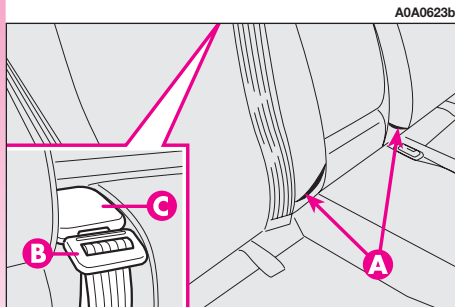

fig. 20
– verificare che le fibbie delle cinture di sicurezza laterali siano inserite nelle rispettive tasche sullo schienale (A-fig. 20) e la linguetta (B) della cintura centrale addominale sia inserita nel supporto (C).